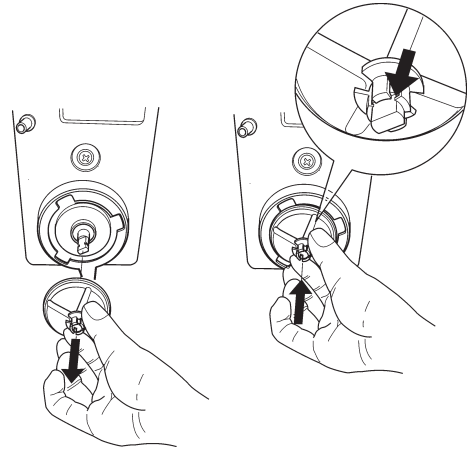

Fig. 11
- pour démonter les hélices il suffit d'exercer une légère traction pour les libérer (fig. 11 );